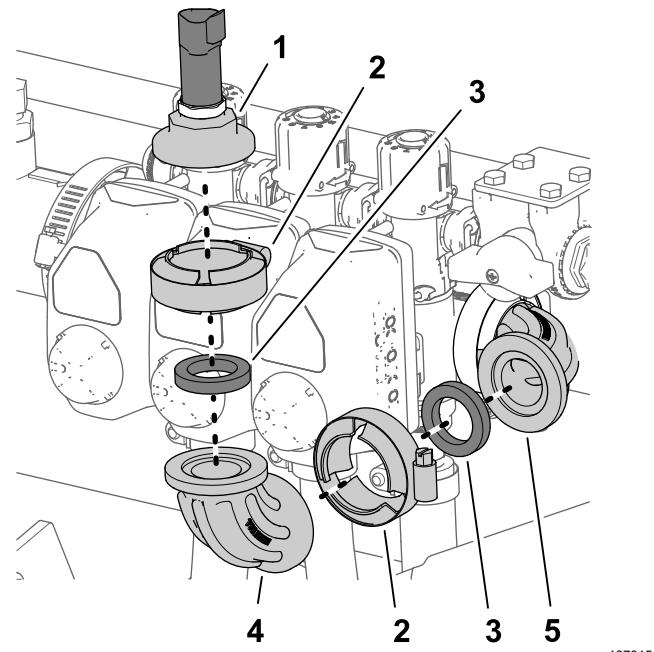

Рисунок 31
2. Снимите фланцевый хомут, прямоугольное колено (без отверстия) и прокладку с прямоугольного колена с отверстием (Рисунок 31).
3. Совместите крышку штуцера и прокладку с фланцем прямоугольного колена в конце клапана правой секции (Рисунок 31).
1. Снимите фланцевый хомут, который крепит крышку штуцера с отверстием, датчик давления и прокладку прямоугольного колена в конце клапана правой секции, и снимите крышку, датчик давления и прокладку (Рисунок 31).
4. Присоедините крышку штуцера и прокладку к прямоугольному колену при помощи фланцевого хомута (Рисунок 31)